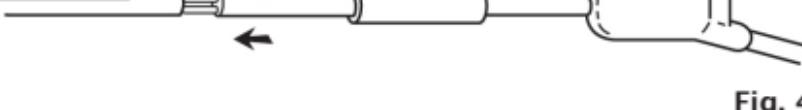

Fig. 4
4. Εισαγάγετε το μικρό μεταλλικό σωληνίσκο στο μικρό αυλό του άκρου του καθετήρα. (Fig. 4)